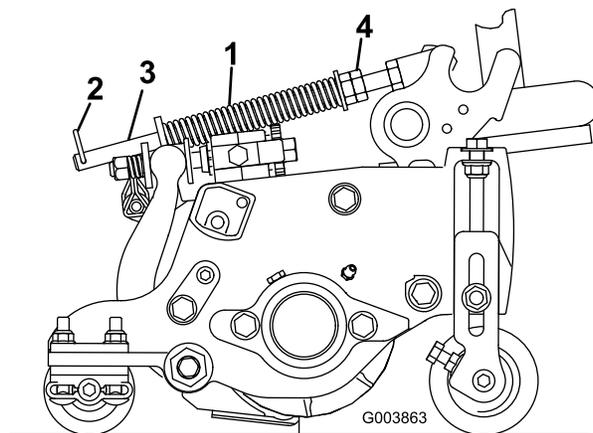

Figura 13
2. Apriete las tuercas hexagonales de la sección delantera de la varilla del muelle hasta que la longitud del muelle comprimido sea de 12,7 cm en el Reelmaster 5210 y 5410 (unidades de corte de 5 pulgadas), y de 15,9 cm en el Reelmaster 5510 y 5610 (unidades de corte de 7 pulgadas) (Figura 13).
El muelle de compensación del césped (Figura 13) transfiere peso del rodillo delantero al trasero. (Esto ayuda a reducir el patrón de ondulación en el césped.)
1. Asegúrese de que el pasador de horquilla está instalado en el taladro del extremo de la varilla (Figura 13).